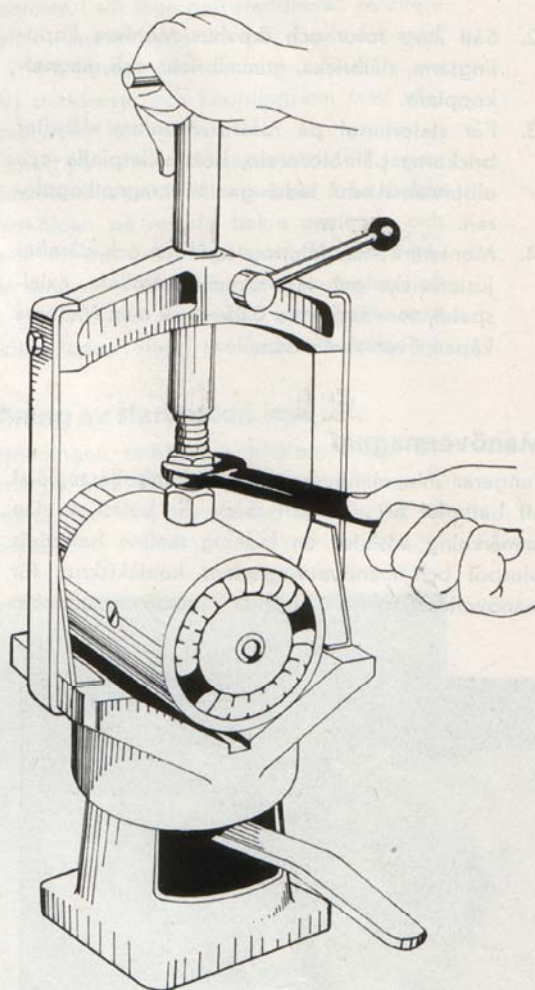

Bild 62. Uppspanningsbock för demontering av fältlindning.
3. Lagg därefter in statorn i den på bild 62 visade uppspanningsbocken. (Bosch EF AW 9) och lossa polskruvarna.